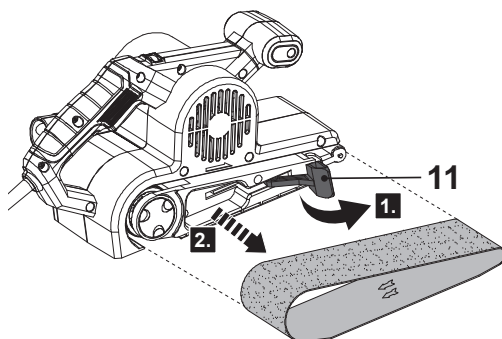

rys. 5
5. Obrócić pokrętkę regulacyjną (7) w lewą stronę, aby wyregulować taśmę ścierną (8) w prawą stronę (z perspektywy operatora) (rys. 5).